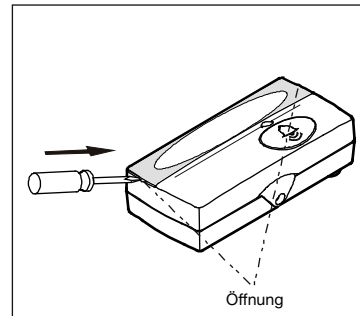

Fig. 7
6. Nach der Installation der Türlocke kann der transparente Kunststoff auf der Oberseite abgenommen und ein Name o.ä. auf das Schild geschrieben werden. Das Schild und den transparenten Kunststoff wieder aufsetzen. Abb. 7 und 8